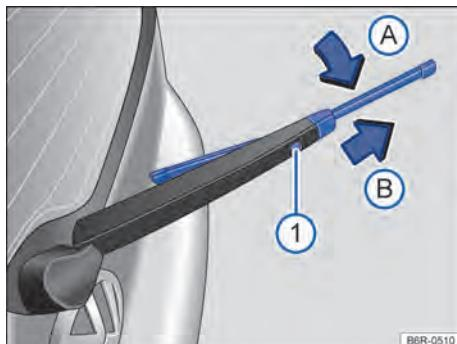

Fig. 113 Substituir a palheta do limpador do vidro traseiro.
- Manter o botão de destravamento → **Fig. 113** ① pressionado.
- Virar a palheta do limpador do vidro na direção do braço do limpador → **Fig. 113** (seta A) e, ao mesmo tempo, retirar no sentido da seta B. Para isso, poderá ser necessário um esforço um pouco maior.
- Introduzir a nova palheta do limpador do vidro traseiro **de mesmo tamanho e modelo** no braço do limpador do vidro traseiro no sentido contrário da seta → **Fig. 113** B até que ela se trave. Para isso o braço do limpador deve estar na posição rebaixada (seta A).